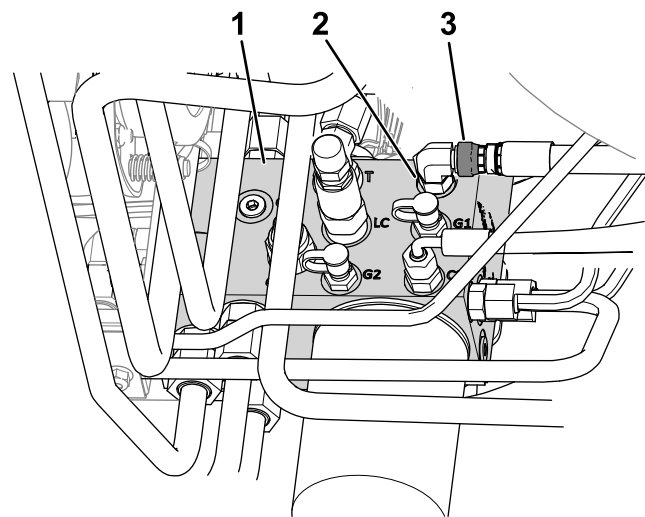

Figura 10
B. Allentate il dado girevole del flessibile collegato all'apertura C1 del collettore idraulico (Figura 10).